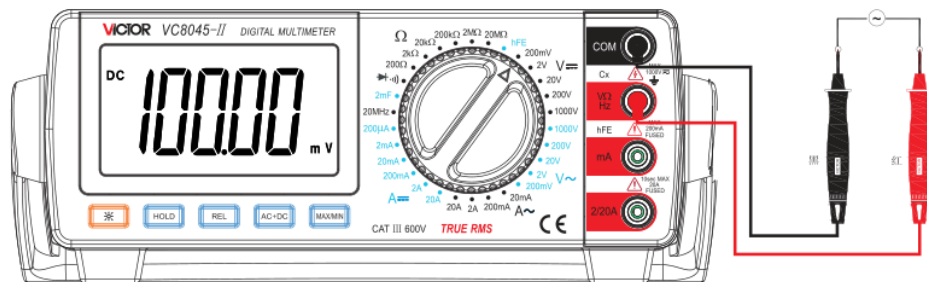

Рис. 2. Измерение напряжения. Подписи у щупов: чёрный / красный.
(1) Постоянное и переменное напряжение (рис. 2)